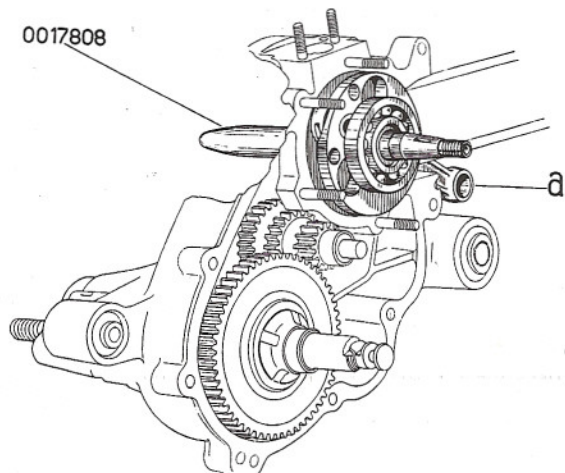

Fig. 11/E - Albero motore sul semicaroter lato frizione
- b) Montare l'albero motore completo di cuscinetti nel semicartermi lato frizione (fig. 11/E). L'operazione deve essere eseguita non appena montato l'anello di tenuta, in modo che la sede del cuscinetto sia ben calda (circa 80° C; ved. figg. 9/E - 10/E).